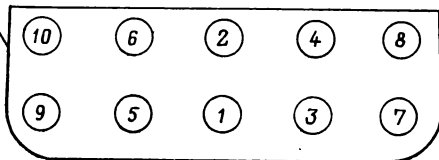

Рис. 8. Порядок подтяжки гаек головки цилиндров
2. Подтянуть гайки крепления головки блока двигателя, соблюдая порядок подтяжки, указанный на рис. 8. Эту операцию